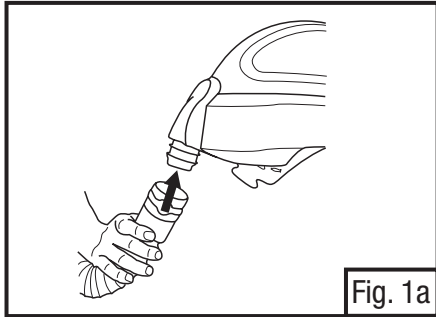

Fig. 1a
- Conecte el tubo de respiración al empujar el extremo QRS (pivote de liberación rápida) del tubo (i.e. extremo con el clip azul) en la entrada de aire del casco (Fig. 1a). Se debe escuchar un clic del tubo de respiración al conectarlo. Revise si el tubo de respiración está fijo en el casco al jalar la conexión. Si no está bien conectado, desconecte y vuelva a conectar.